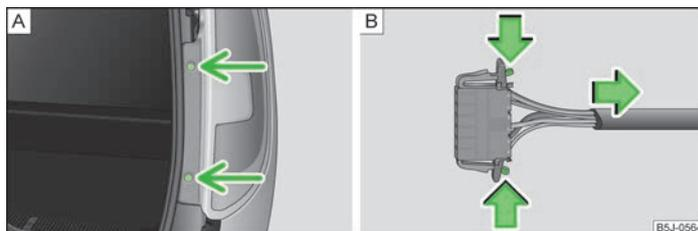

Abb. 151 Rückleuchte ausbauen / Steckverbindung trennen
- Die Leuchte abschrauben » Abb. 151 - [A].
- Die Steckverbindung trennen » Abb. 151 - [B].